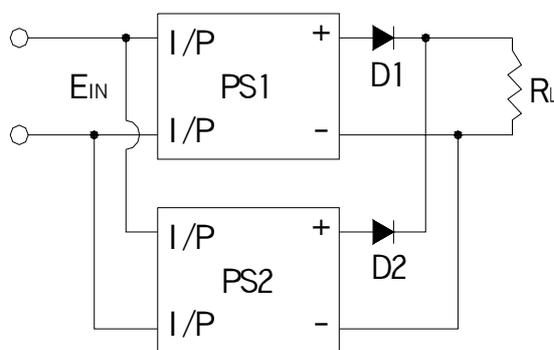

图 7.8 使用二极管并联方式
1. 可于每台电源输出正端各串加二极管(如图 7.8)，二极管(如耐压许可，可选用萧特基二极管)耐电流需大于输出电流规格并加合适散热片，此部份只适合备用功能，使用者应自行实验其合适性。